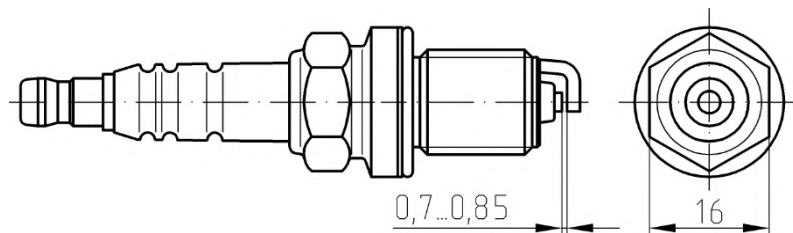

Abb. 65. Zündkerze
5. **Zündkerzen** (Abb. 65) 4052.3707000-10¹⁾ (DR17YC) von „Brisk“ oder 409051.3707000-00¹⁾ (K6RTC) der Marke „Marshall“ oder 409060.3707000-10 (AU14DVRM GOST R 53842-2010) OOO „Engels Zündkerzen“ – in kompakter Ausführung, mit Entstörwiderstand, vier Stück, in den Zylinderkopf in der Mitte der Brennräume eingeschraubt. Der Elektrodenabstand der Zündkerzen beträgt 0,70...0,85 mm.